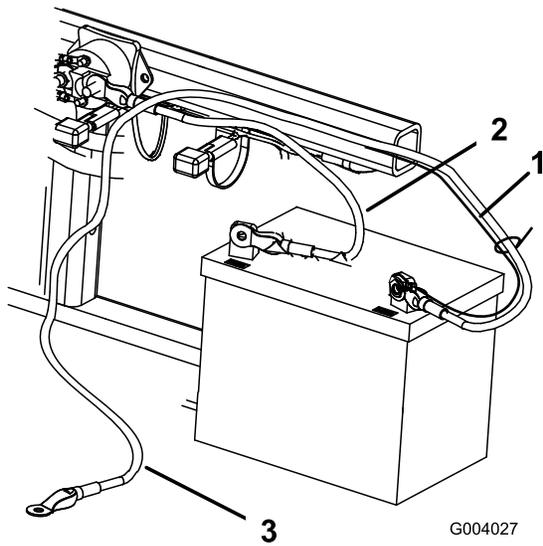

Figure 7
2. Fixez le câble positif (rouge) à la borne positive (+) avec un boulon (1/4" x 5/8") et un contre-écrou (Figure 7).
3. Fixez le petit câble noir et le câble négatif (noir) à la borne négative (-) de la batterie avec un boulon ($\frac{1}{4}$ " x $\frac{5}{8}$ ") et un contre-écrou ($\frac{1}{4}$ ") (Figure 7).